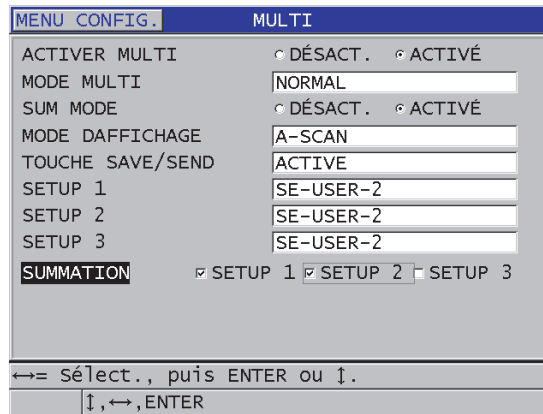

Figure 7-7 Réglage des paramètres de mesure multiples en mode normal
5. Dans l'écran **MULTI** (Figure 7-7 à la page 124), faites ce qui suit :